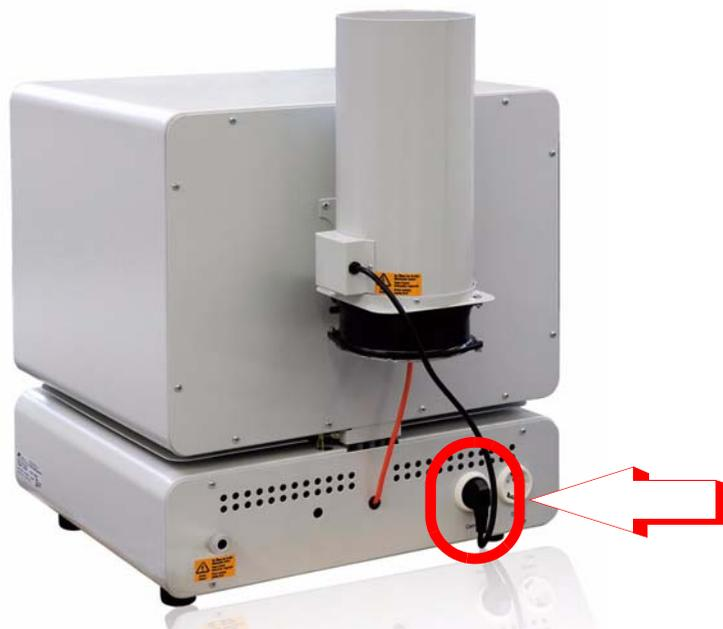

Fig. 3: Alimentazione del catalizzatore tramite un forno da laboratorio
4. Inserire la spina di alimentazione del Catalizzatore KN2 nella presa del forno  (vedere Fig. 3: Alimentazione del catalizzatore tramite un forno).